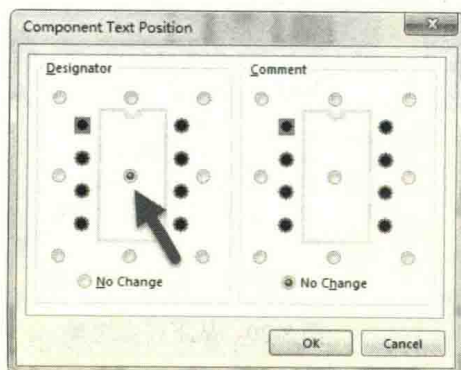
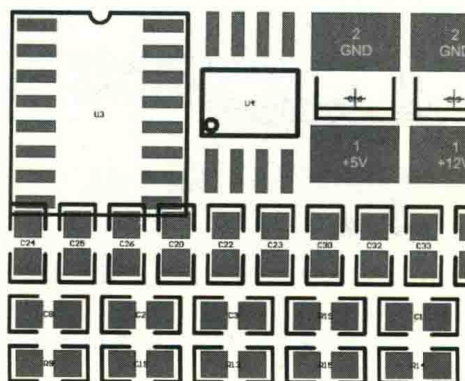

图 8-16 元件位号快速放置在元件的中心
图 8-17 元件位号与元件
(4) 对位号大小进行更改后，全选元件，并按快捷键“AP”，弹出如图 8-16 所示的对话框，把“Designator”放置在元件的中心，单击“OK”按钮。这个时候，丝印位号既不会阻碍视线，也可以分辨出元件位号对应的元件，方便布局了，如图 8-17 所示。